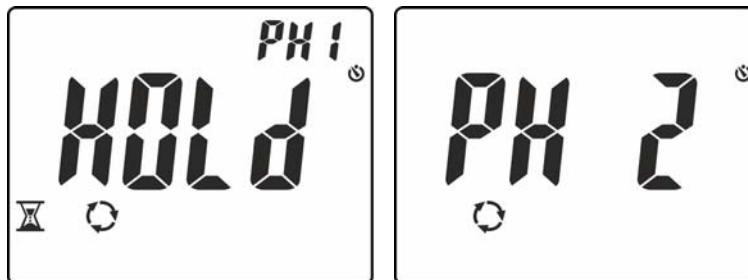

Abb. 14: Ermittlung der Phase L1 und Abwarten der Phase L2
4. Bei korrekter Spannung und Frequenz zeigt das Gerät die Meldung **“HOLD”**, die Symbole  und **“PH1”**, dabei gibt der Summer einen kontinuierlichen Ton ab und wartet auf die Ermittlung eines stabilen Spannungswerts an Phase L1 (siehe Abb. 14 – linke Seite).
5. Entfernen Sie nicht die Messleitung von der Phase L1 bis **“PH 2”** blinkend im Display erscheint (siehe Abb. 14 – rechte Seite).